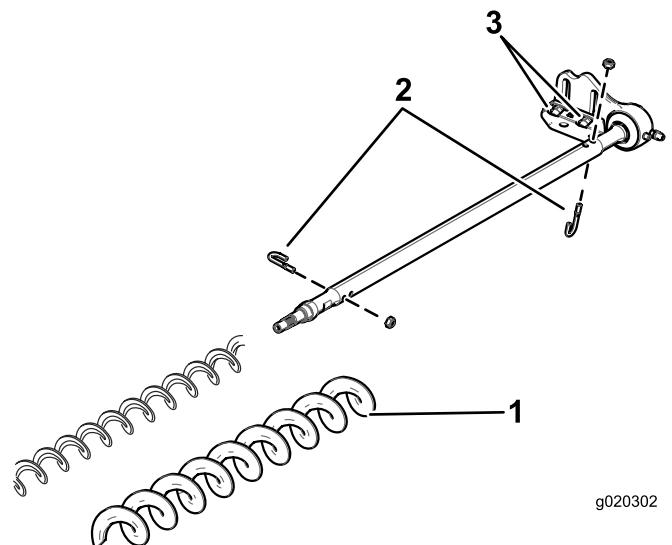

図 32
3. ボルトとナット各 2 を外す図 32。
4. ブラシシャフトについている既存のブラシを抜き取る図 32。
5. 駆動側ベアリングハウジングをベアリングハウジング取り付けブラケットに固定しているボルト各 2 本とワッシャおよびナットをゆるめる図 32。
6. ブラシシャフトに、高刈り用ブラシを取り付ける図 32。
7. 先ほど外した J ボルトとナット各 2 を使って、ブラシをシャフトに固定する図 32。